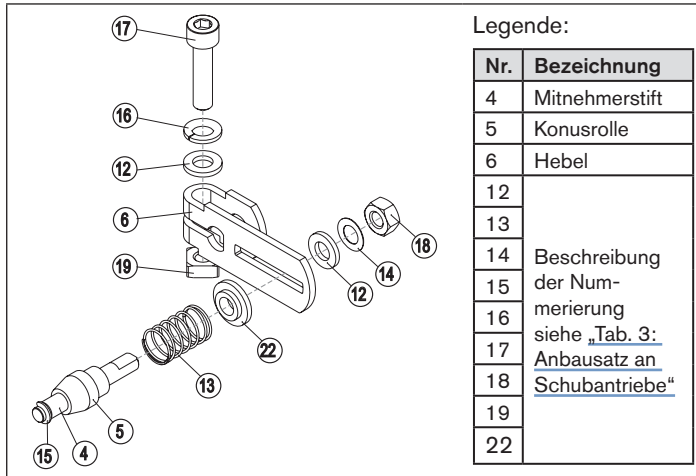

Bild 6: Hebelmontage
- Hebel zusammenbauen, falls nicht vormontiert (siehe „Bild 6“).